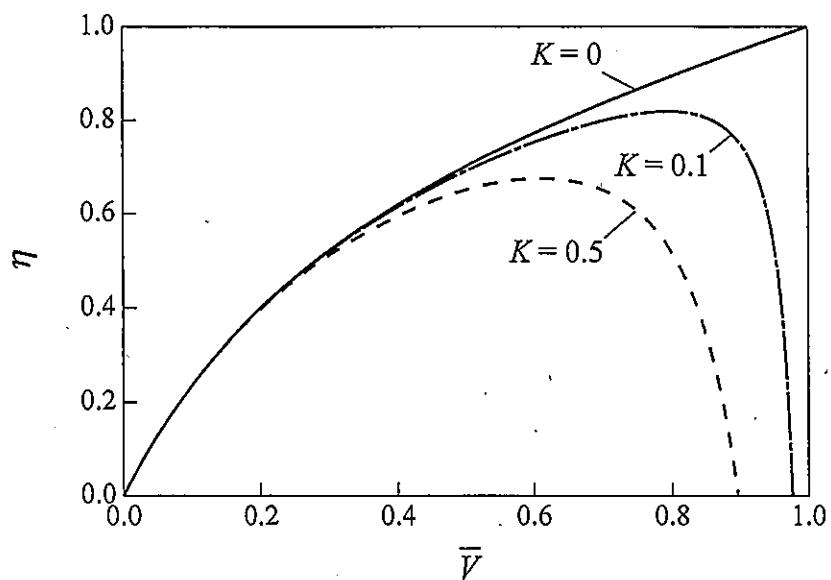

図 2-3
(6) 設問(5)で得られる  $\eta$  と  $\bar{V}$  の関係は図 2-3 のように表される。  $K$  の値によって、  $\eta$  と  $\bar{V}$  の関係が変化する理由を説明しなさい。